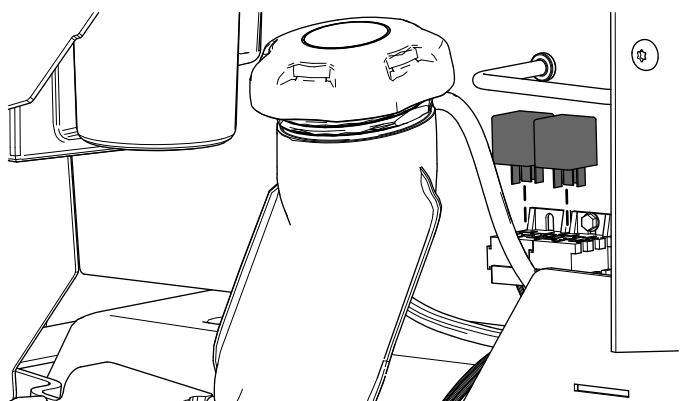

**Figura 14**
4. Prenda a cablagem próximo dos relés utilizando o parafuso Taptite (Figura 14).